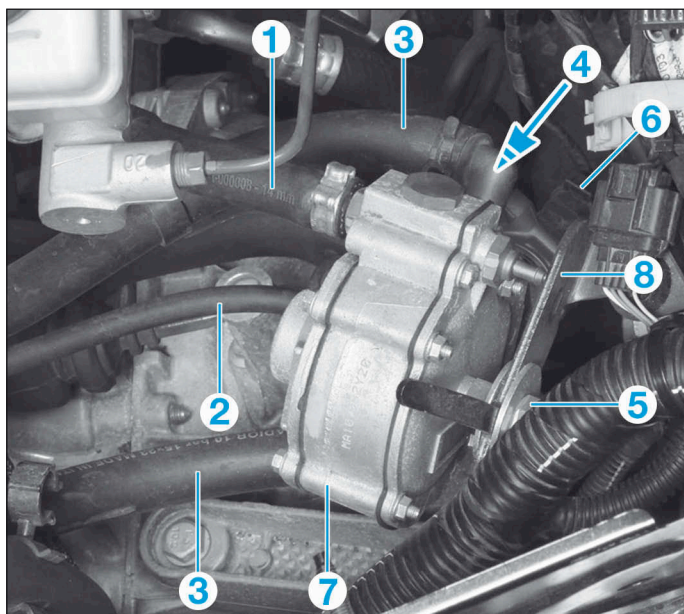

FIG.37
- Débrancher sur le vapo-détendeur (Fig.37) :
- la durit vapo-détendeur/rampes d'injection (1),
- la durit de pression de référence (2),
- les durits de liquide de refroidissement (3), après y avoir placé des pince-durits.
- Desserrer le raccord (4) de la canalisation située entre la vanne multifonction et le vapo-détendeur.
- Déposer l'écrou (5).
- Débrancher le connecteur (6) de l'électrovanne.
- Sortir le vapo-détendeur (7) du support (8).